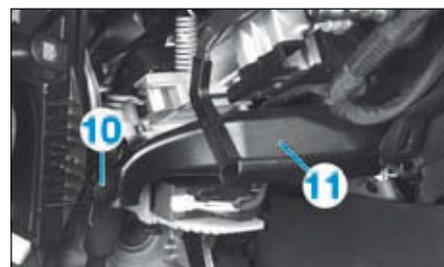

FIG.28
- l'agrafe (10) du conduit d'air de pied avant (Fig.28),
- le conduit d'air de pied avant (11),